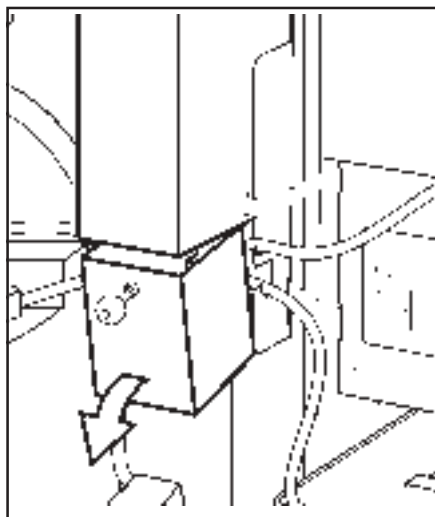

Abb. 15: Entnehmen des Münzbehälters
2. Entfernen Sie mit dem Schlüssel den Münzbehälter (siehe Abb. 15).